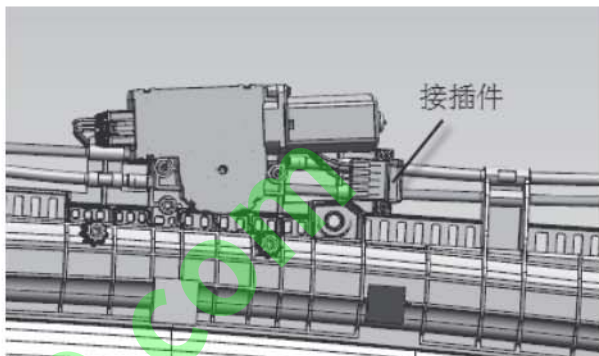

图1-2-5-1 拆天窗电动机
- (1) 拆下车顶内衬。
- (2) 按图1-2-5-1所示方法断开并取下插头, 卸下螺栓。
- (3) 拆下天窗电动机。
- (4) 按照与拆卸相反的顺序安装电动机。安装完毕之后, 连接插头并检查电动机运行情况。